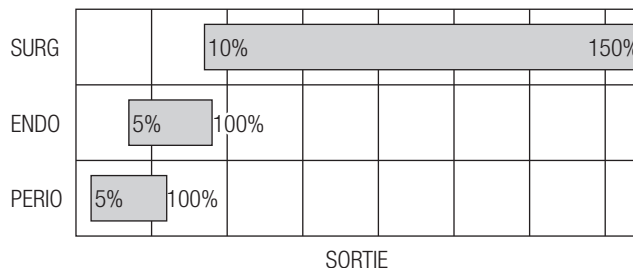

Fig. 20
*Les sorties de puissance à différents modes sont comparées dans la Fig. 20.